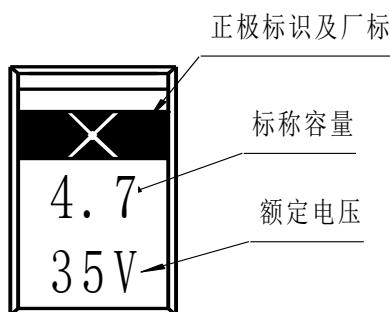

图2
(1) 商标及正极标识
(2) 标称电容量
(3) 额定工作电压
5.2 标志说明: 见图 2 (举例)。